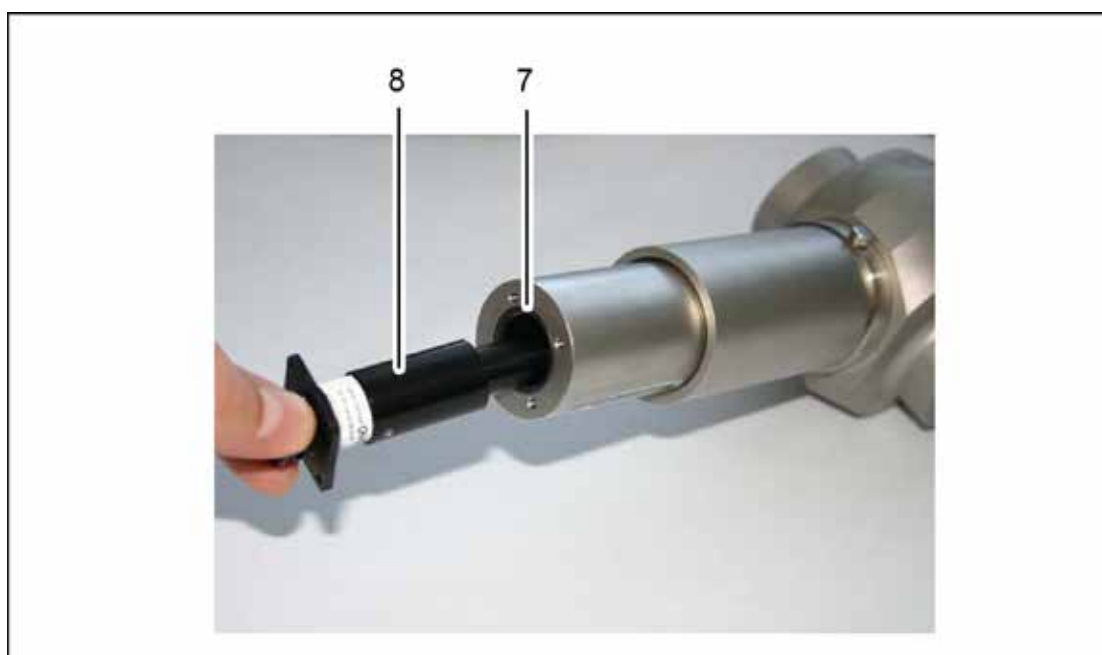

Fig. 11 - Remplacement du module lampe
4. Retirer le module lampe (8, fig. 11).
5. Vérifier si il y a un joint torique (7) pour le module lampe.